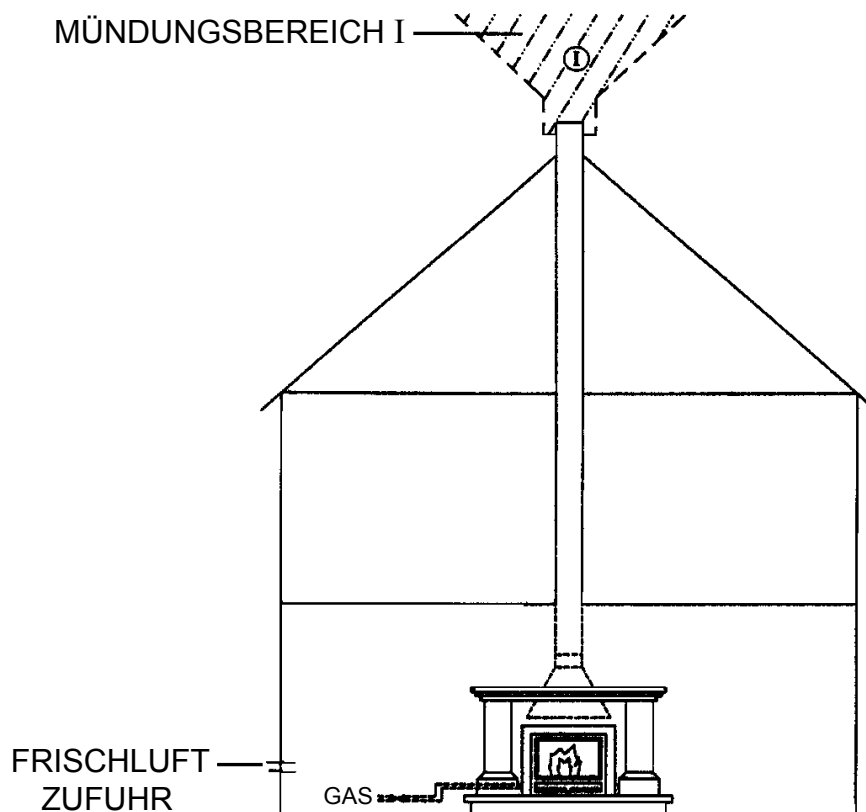

Abbildung 8: Natürlich belüftete Wohnung
- 1 NATÜRLICH BELÜFTETE WOHNUNG (siehe Abbildung 8)